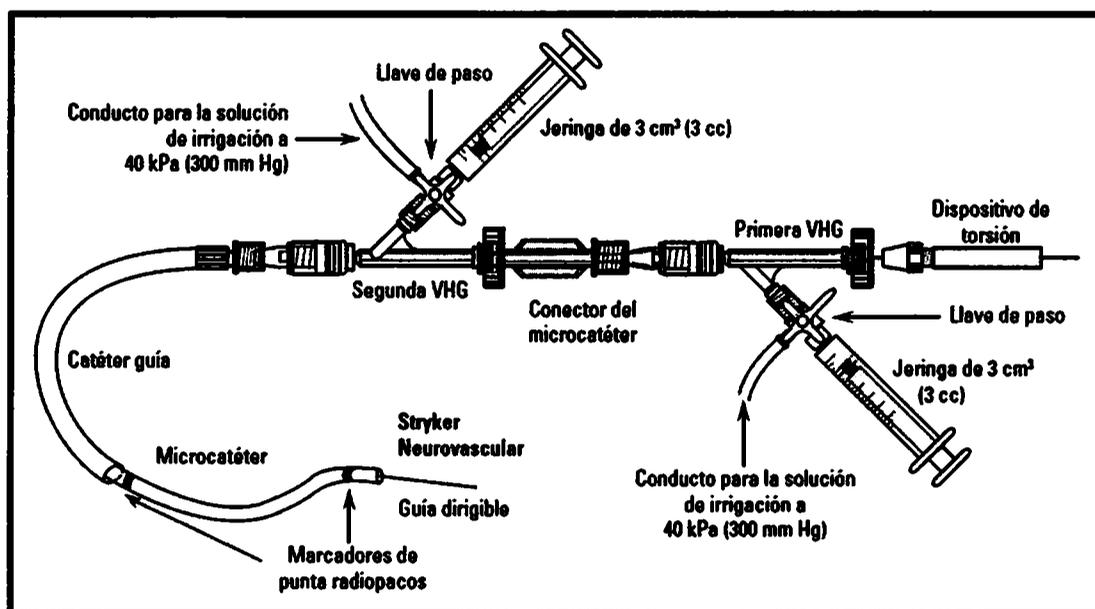

Figura 1. Ejemplo de una configuración de irrigación continua
La configuración adecuada de la irrigación continua se puede observar en la ilustración de la figura 1. Las válvulas hemostáticas giratorias (VHG) proporcionan un sellado totalmente hermético y están acopladas al catéter guía y al microcatéter.
9. Deslice el dispositivo de torsión sobre el extremo proximal de la guía siguiendo la figura 1 y asegúrelo.